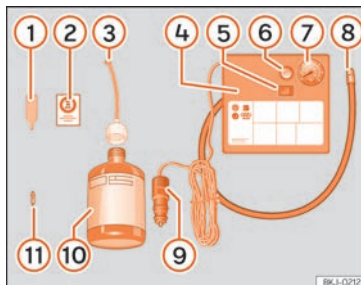

Fig. 32 Représentation standard : contenu du kit anticrevaison.
Le kit anticrevaison se trouve dans le coffre à bagages, sous le revêtement de plancher. Il inclut les composants suivants »» fig. 32 :
- Dévissez le capuchon et l'obus de la valve du pneu. Utilisez l'appareil »» fig. 32 1 pour extraire l'obus. Placez-le sur une surface propre.
- Agitez fortement la bouteille de produit de colmatage des pneus »» fig. 32 10.
- Vissez le tuyau de gonflage »» fig. 32 3 sur la bouteille de produit de colmatage. Le plombage du goulot de la bouteille est automatiquement percé.
- Retirez le bouchon du tuyau de remplissage »» fig. 32 ③, puis vissez l'extrémité ouverte du tuyau sur la valve du pneu.
- Placez de nouveau l'obus de valve sur la valve du pneu avec l'outil »» fig. 32 ①.
- Vissez le tuyau de gonflage du pneu du compresseur »» fig. 32 ⑧ sur la valve du pneu.
- Vérifiez si la vis d'évacuation d'air est serrée »» fig. 32 ⑥.
- Branchez le connecteur »» fig. 32 ⑨ à une prise de courant de 12 volts du véhicule »» page 166.
- Raccordez le compresseur d'air au commutateur ON/OFF »» fig. 32 ⑤.
- Collez l'autocollant »» fig. 32 ② sur le combiné d'instruments, dans le champ de vision du conducteur.
Revissez le tuyau de gonflage »» fig. 32 ⑤ et vérifiez la pression du manomètre ⑥.